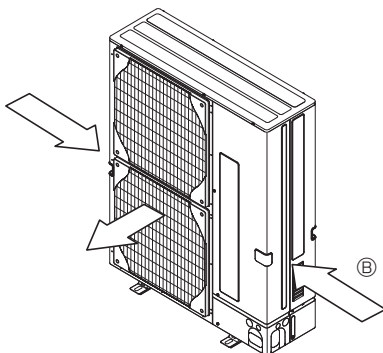

Fig. 2-5
- ③ Bringen Sie die Anlage so an, dass die Abluft aus der Luftaustrittsöffnung im rechten Winkel zu derjenigen Richtung geführt wird, aus der saisonal bedingt starker Wind bläst. (Fig. 2-5)